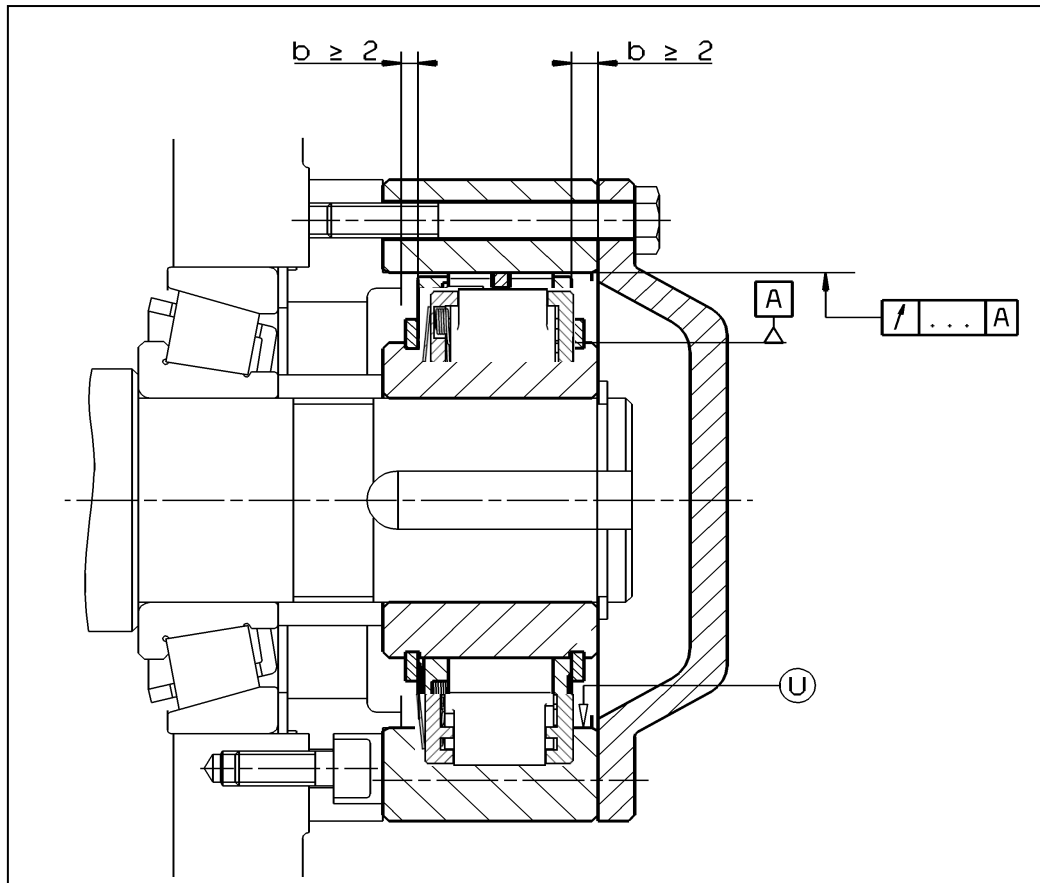

图5：圆跳动的测量
在任何情况下保证楔块保持架和定心止口末端之间有最小 2mm 的轴向距离，如图 5。保持架另一端也同样。但是防污防潮措施不可或缺。
- 然后安装内环的轴向定位部件。如图 5 中利用弹簧挡圈作为轴向定位部件。其他方式的轴向定位也可以。
- 将千分表固定在内环上，然后将千分表头贴在外环上(图 5 中的 U 点)并预紧。